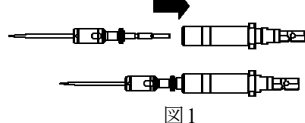

図1
- 1) CS ピンライアルを用いて適切な長さのCS ピンを選択し、ホルダー後端をCS ピンアダプタに確実に接続し、パワーツールへ装着します。（図1）